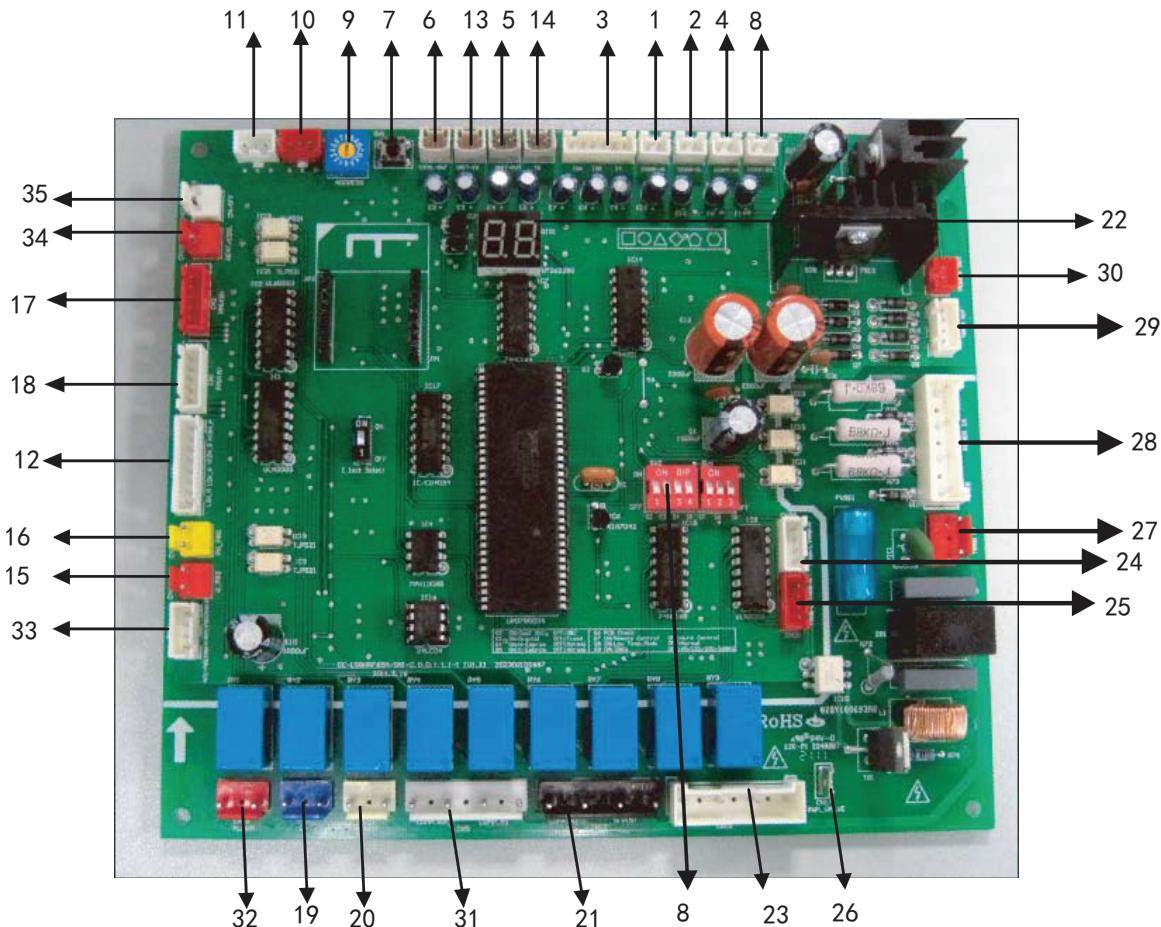

Рис. 5-5
5.6.2. Изображение главной платы электрического управления и обозначения ее компонентов показаны на рис. 5-5.
5.6. Подробное описание компонентов, показанных на рис. 5-5